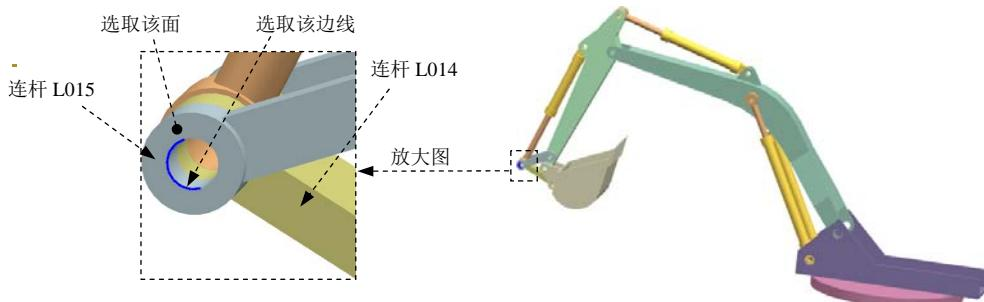

图 10.8.33 定义共线副（四）
(1) 定义运动副类型。在“运动副”对话框 **定义** 选项卡的 **类型** 下拉列表中选择  **共线** 选项。
(2) 选择连杆。在运动导航器中将连杆 L015 取消隐藏，然后选取图 10.8.33 所示的连杆 L014。
(3) 定义原点及矢量。在“运动副”对话框的  **指定原点** 下拉列表中选取“圆弧中心”  选项，在模型中选取图 10.8.33 所示的圆弧为定位原点参照；选取图 10.8.33 所示的面作为矢量参考面。
(4) 添加啮合连杆。在“运动副”对话框的基本区域中选中  **啮合连杆** 复选框，单击 **选择连杆 (0)**，选取图 10.8.33 所示的连杆 L015。
(5) 定义啮合连杆原点及矢量。在“运动副”对话框基本区域的  **指定原点** 下拉列表中选取“圆弧中心”  选项，在模型中选取图 10.8.33 所示的圆弧为定位原点参照；选取图 10.8.33 所示的面作为矢量参考面。
(6) 单击 **应用** 按钮，完成第十七个运动副的添加。